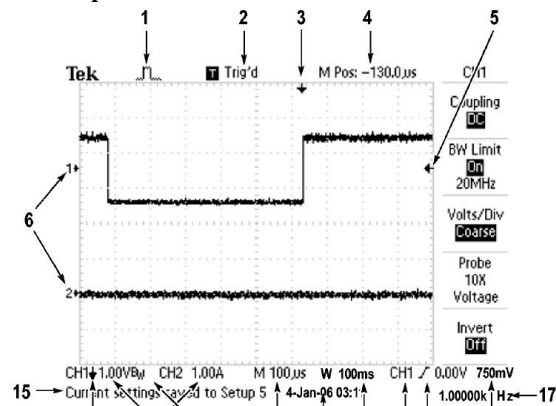

Figura A2: Ecranul osciloscopului
În afara acesteia se mai afișează diverși parametri ai osciloscopului sau ai formei de undă în funcție de modul de lucru selectat. Pe figura A2, cele mai relevante sînt:
- **Normal** – În acest caz afișarea nu este declanșată decât dacă sunt îndeplinite condițiile de trigger (12, 13 din fig A2). În caz contrar osciloscopul nu afișează nici o imagine.